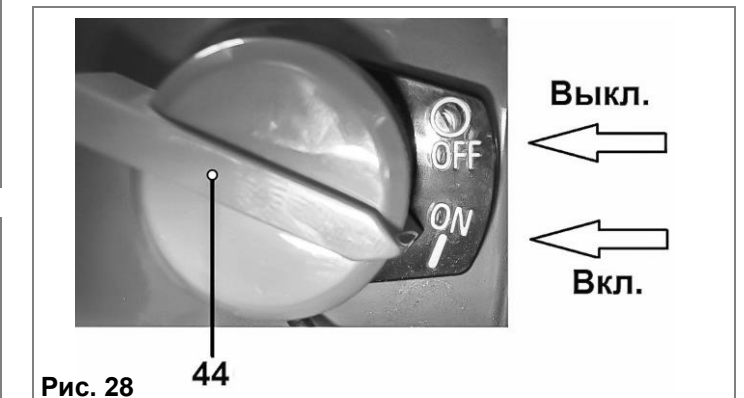

Рис. 28
8.5.4. Поверните выключатель двигателя (44) в положение «ON» (Включено) (Рис. 28).